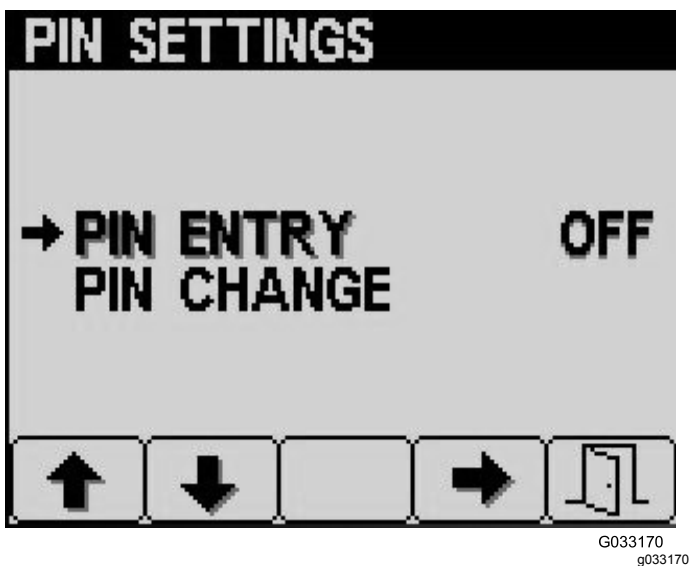

Figura 22
- Dalla schermata PIN Settings (impostazioni PIN), premete il pulsante 4 per selezionare PIN Entry (inserimento PIN) (Figura 22).
- Premete il pulsante 2 fino a quando non raggiungete PIN Change (modifica PIN) sulla schermata PIN Settings (impostazioni PIN) e premete il pulsante 4 per selezionare PIN Change (modifica PIN) (Figura 22).